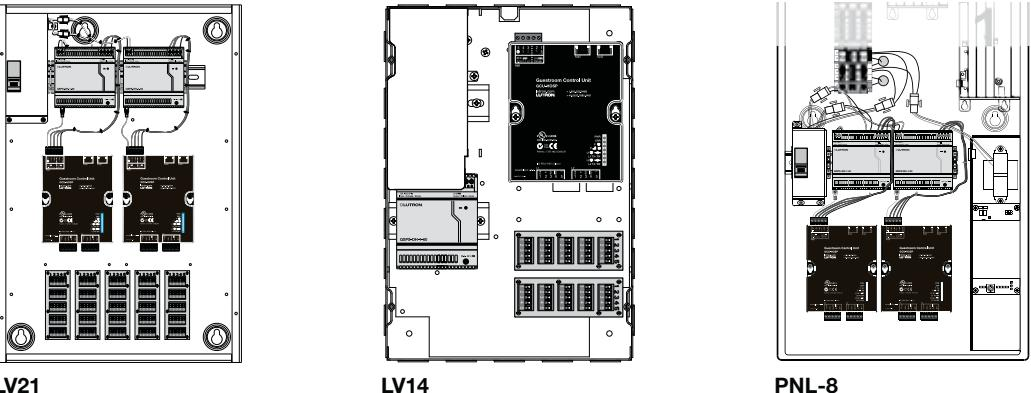

Abbildung 2 – Netzverkabelung
- An die Stromversorgung anschließen:** Die Gäste-/Hotelzimmer-Steuereinheit wird über das Netzteil QSPS-DH-1-60 gespeist. Der Kabelbaum verbindet dieses Netzteil mit der PWR-Anschlussleiste auf der Gäste-/Hotelzimmer-Steuereinheit (siehe **Abbildung 2**). Er umfasst 4 Leiter, d. h. 1 SCHWARZEN und 3 ROTEN. Das SCHWARZE Kabel wird mit Stift 1 (COM) und eines der ROTEN Kabel wird mit Stift 2 (P) verbunden, um die Gäste-/Hotelzimmer-Steuereinheit zu speisen. Die anderen beiden Kabel können je nachdem, ob die konfigurierbaren Links (L1 und L2) mit Strom versorgt werden müssen, an die Stifte 3 und 4 (L1 und L2) angeschlossen werden. Ungenutzte Kabel werden gekappt.
- Erdungskabel der Gäste-/Hotelzimmer-Steuereinheit anschließen:** Das bereits abisolierte Ende des Erdungskabels (im Lieferumfang inbegriffen) wird mit Anschluss 5 (GND) des PWR-Anschlussblocks verbunden. Der Kabelschuh am Ende des Kabels wird unter Verwendung der Riffelschraube wie in **Abbildung 2** dargestellt am Schaltschrank angeschlossen.